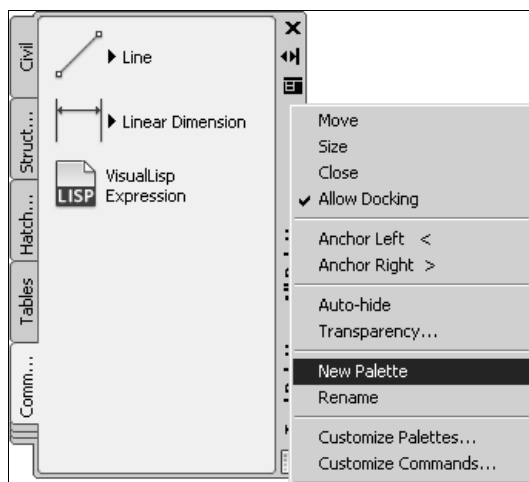

Рис. 16.8. Контекстное меню при создании новой вкладки на инструментальной палитре
- Воспользовавшись контекстным меню (рис. 16.8) палитры, создайте новую пустую вкладку для размещения на ней блоков. Назовите ее, например, MyBlock.